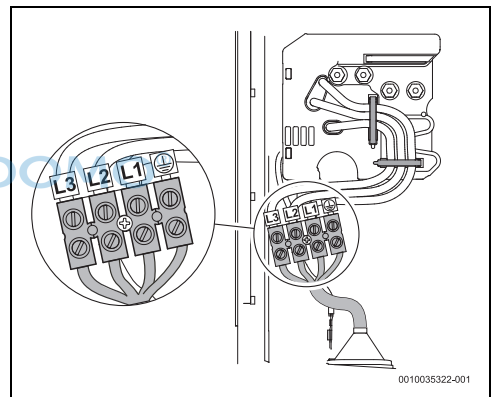

Fig. 42 Raccord inférieur
- Raccordement inférieur (fig. 42)